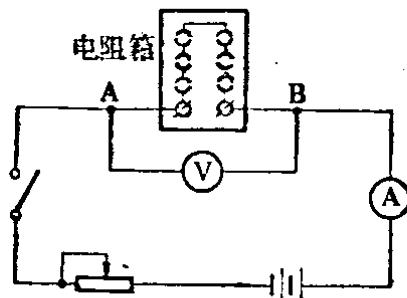

图1-1 简单直流电路
(1) 定义 图1-1是一个简单的直流电路，如用电压表和电流表分别测量电阻箱两端(A、B两点间)的电压和电阻箱中流过的电流，便可发现该电路中电压、电流和电阻三者之间的相互关系。如1-1图所示，若保持电阻箱的电阻 R 值不变，调节可变电阻值以改变A、B两点间的电压，便可发现电路中流过的电流 I 与电压 U 成正比，即